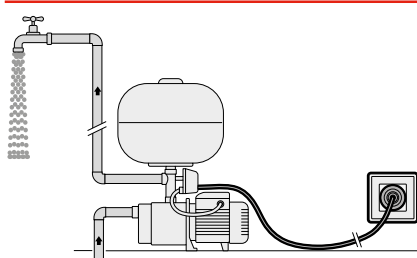

Fig. 1
- ✘ Faire fonctionner l'électropompe avec le point de distribution ouvert (**Fig. 1**).